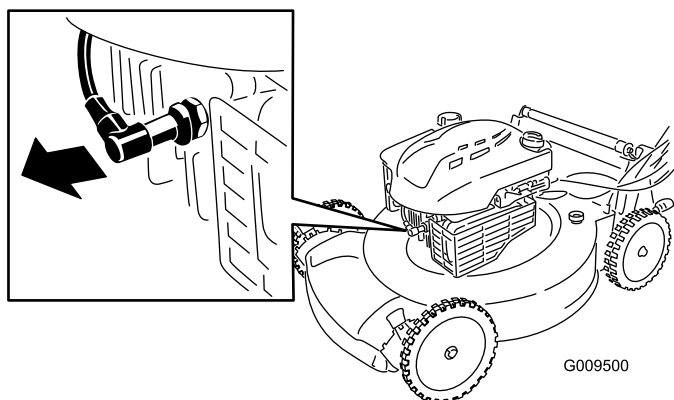

Рисунок 16
2. Отсоедините провод от свечи зажигания (Рисунок 16), прежде чем выполнять любые процедуры технического обслуживания.